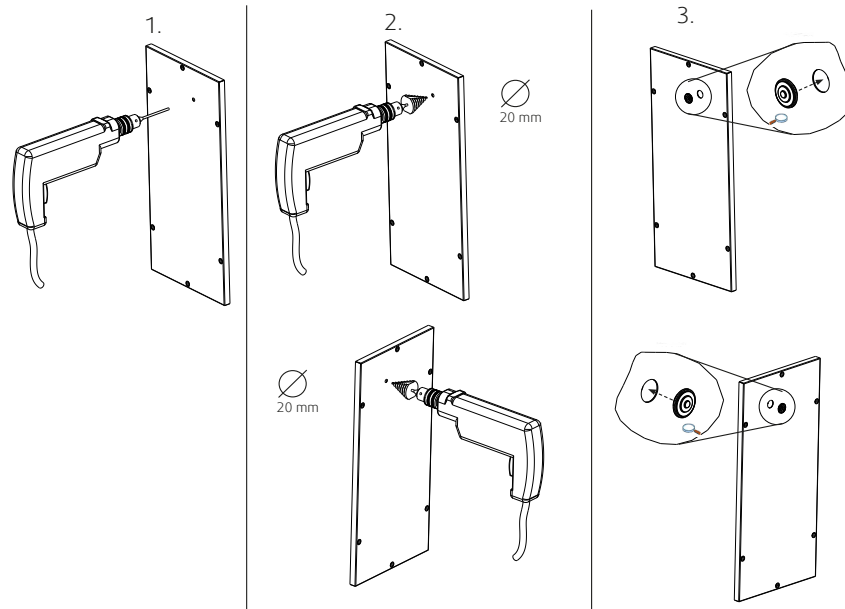

Bild 2 Kabeldurchführung im Paneel
Wenn eine Kabeldurchführung im Paneel erforderlich ist, beachten Sie die folgenden Hinweise und die Anweisungen, s. Bild 2 *Kabeldurchführung im Paneel*, Seite 54.
- ◆ Alle Arbeitsschritte in den folgenden Hinweisen und in der Anweisung Bild 2 *Kabeldurchführung im Paneel*, Seite 54 müssen auf beiden Seiten des doppelwandigen Paneels ausgeführt werden.